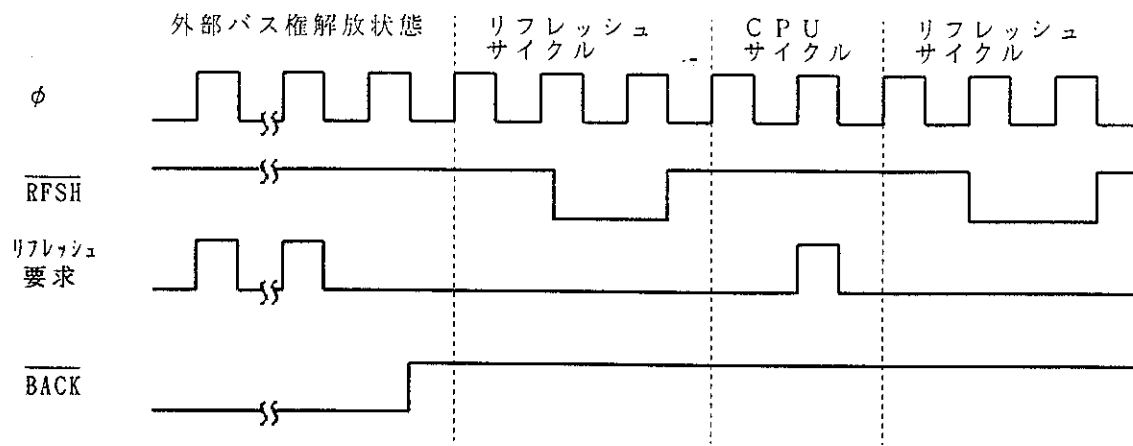

図 7.24 バス解放状態時のリフレッシュサイクル
- (2) 外部バス権解放状態、ソフトウェアスタンバイモード、またはバスサイクルがウェイトステートの挿入により長く続く場合、リフレッシュサイクルは実行されません。したがって、これらの状態では、別の方法でリフレッシュを行う必要があります。
- (3) 外部バス権解放状態中に内部でリフレッシュ要求が発生した場合、最初の要求が保持され、バス権解放状態解除後、リフレッシュサイクルが1回だけ実行されます。図 7.24にその場合のバスサイクルを示します。